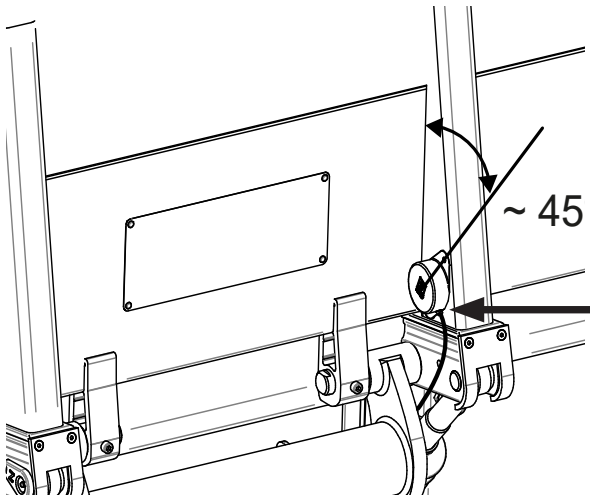

Abb. 36. Montage des Winkelsensors in einem Winkel von 45 Grad und mit Kabelverbindung nach unten
1. Der runde Winkelsensor ist so zu montieren, dass das Kabel in einem 45°-Winkel zur Plattform nach unten zeigt. Siehe Abb. 36. Falls keine Bohrungen vorhanden sind, mit einem Ø 5,2-mm-Bohrer Bohrungen anlegen.
Dafür sorgen, dass der Sensor so montiert wird, dass seine Kabelverbindung unten ist, siehe Abb. 36.